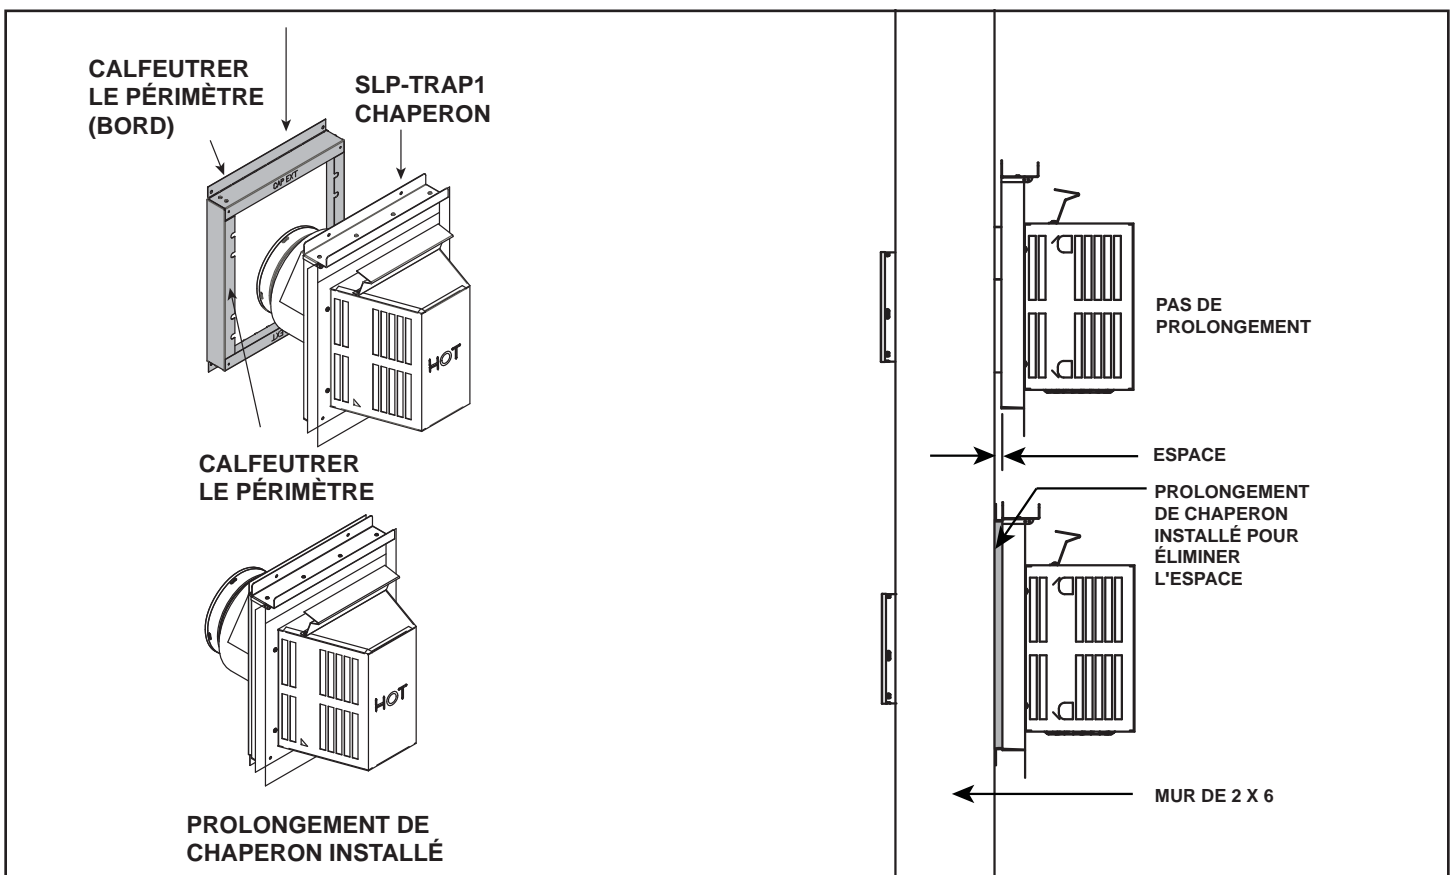

Figure 11.4 Installation du prolongement de chaperon
**AVIS! Installez un prolongement de chaperon s'il y a un espace entre le mur et l'arrière de l'extrémité du terminal. Voir la figure 11.4. Un SLP-TRAP1 sera généralement utilisé avec les installations intramurales.**
17. Installez un prolongement de chaperon et de trappe d'extrémité s'il existe un espace entre le mur extérieur et l'extrémité du terminal. Pour protéger contre les courants d'air, le prolongement de chaperon devrait être colmatée avec du mastic procurant un degré minimum d'exposition continu de 150 °C (300 °F) pour en sceller les espaces. Voir la figure 11.4.